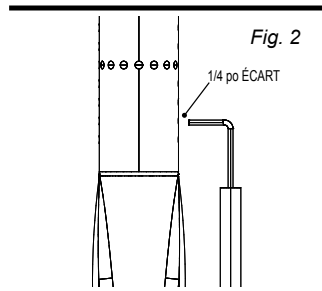

Fig. 2
- Vérifiez que l'orifice est bien centré à l'intérieur du tube venturi. L'omission de bien assembler l'orifice du robinet au tube venturi peut causer une fuite de gaz ou un risque d'incendie au site de la connexion. Consultez les étapes de l'assemblage pour la méthode d'assemblage appropriée. Vérifiez si la tige d'allumage est correctement espacée et alignée sur le brûleur. La tige d'allumage devrait se trouver à environ 1/4 po du brûleur et être alignée sur le haut du port d'un brûleur (Fig. 2). Confirmez si l'espacement est correct en appuyant sur le bouton d'allumage et en vous assurant qu'une étincelle se produit entre la tige d'allumage et le brûleur.